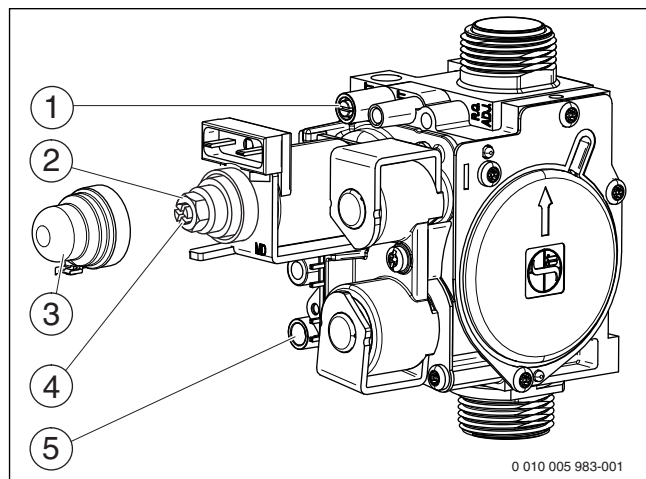

Рис. 31 Газовая арматура
- ▶ Отверните уплотнительный винт штуцера измерения давления на форсунках (рис. 31, [1]) и подсоедините U-образный манометр.
- ▶ Снимите крышку (рис. 31, [3]).
- ▶ Значение «тах» давления (мбар) на форсунках приведено в таб. на стр. 35. Установите давление на форсунках регулировочным винтом максимального расхода газа (рис. 31, [2]). Поворот направо - больше газа, поворот налево - меньше газа.
- ▶ Значение «тiп» давления (мбар) на форсунках приведено в таб. на стр. 35. Установите давление на форсунках регулировочным винтом минимального расхода газа (рис. 31, [4]).
- ▶ Выключите котёл и закройте газовый кран, отсоедините U-образный манометр и заверните уплотнительный винт (рис. 31, [1]).
- ▶ Отверните уплотнительный винт на штуцере измерения подаваемого давления газа (рис. 31, [5]) и подсоедините манометр.
- ▶ Установите и опломбируйте крышку (рис. 31, [3]).
- ▶ Снимите заглушку с измерительного штуцера дымовых газов (→ рис. 31, [1]).